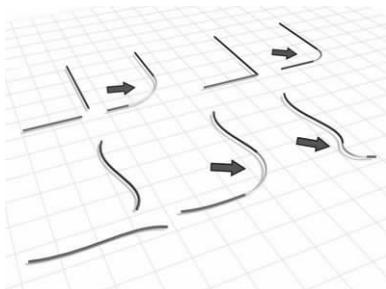

图 5-67 创建圆角曲线▲
- ⑥(创建圆角曲线):在两条曲线之间产生圆角的新曲线,如图 5-67 所示。